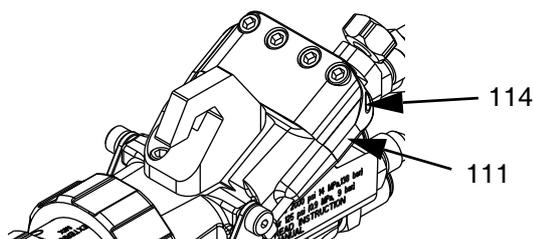
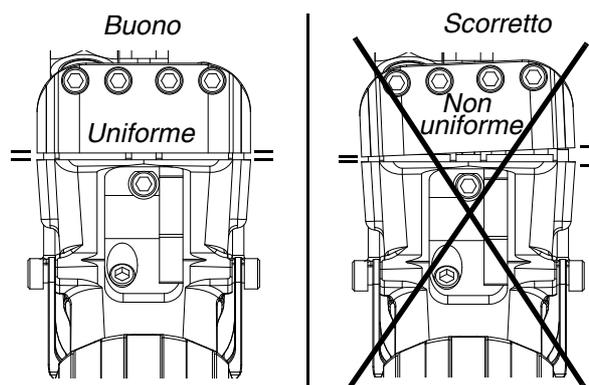

FIG. 11
FIG. 12
Eseguire questa procedura se il morsetto del grilletto si allontana dal corpo della pistola in modo non uniforme quando si preme il grilletto, vedere FIG. 12. Questa procedura regola i perni dell'attuatore (111) nel morsetto del grilletto, vedere FIG. 11.
NOTA: Quando si installa il grilletto a quattro dita (16F627), assicurarsi che la sicura del grilletto funzioni e che il gruppo del morsetto si apra correttamente, vedere FIG. 12. Se sono necessarie regolazioni, eseguire questa procedura **Regolazione delle viti di regolazione del perno dell'attuatore**.
11. Tenere il grilletto ben premuto e misurare lo spazio tra il morsetto del grilletto e il corpo della pistola su entrambi i lati. Gli spazi dovrebbero essere di almeno 1,65 mm (0,065 in.) nella posizione aperta. Regolare le viti come necessario. Vedere FIG. 12.